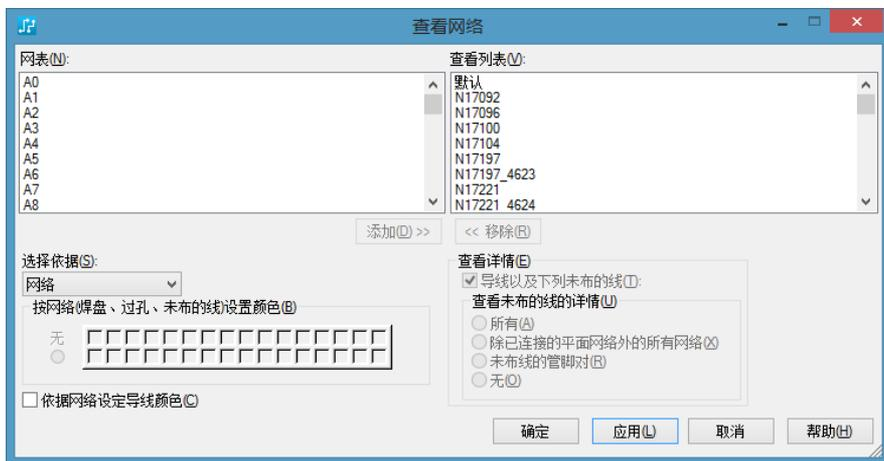

图 11-42 “查看网络”窗口
(1) 在菜单栏中执行“查看”“网络”命令，打开如图 11-42 所示的“查看网络”窗口，该窗口左侧的“网表”列表框中，显示当前设计中的所有网络。